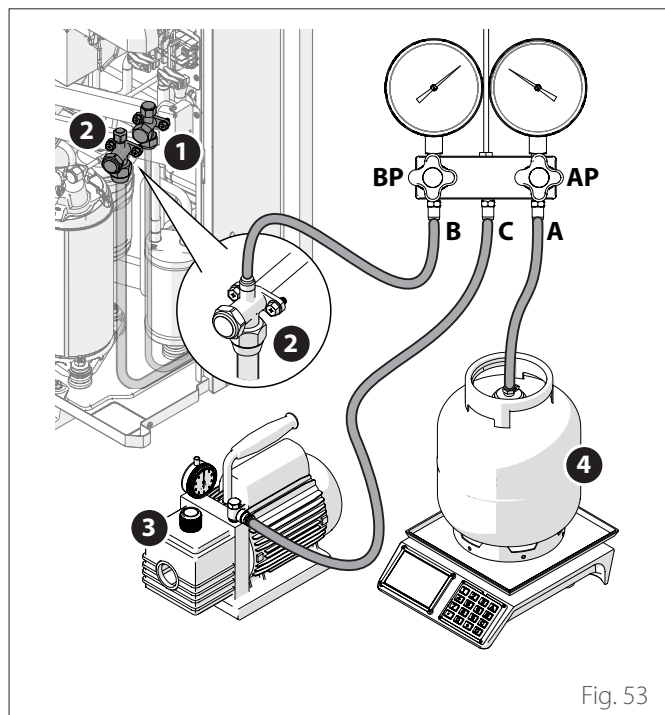

Fig. 53
- Assegure-se de que intercetou a ligação entre **(A)** e **(C)** ("Fig. 53").
- Abra as válvulas de corte **(1)** e **(2)** da unidade ("Fig. 53").